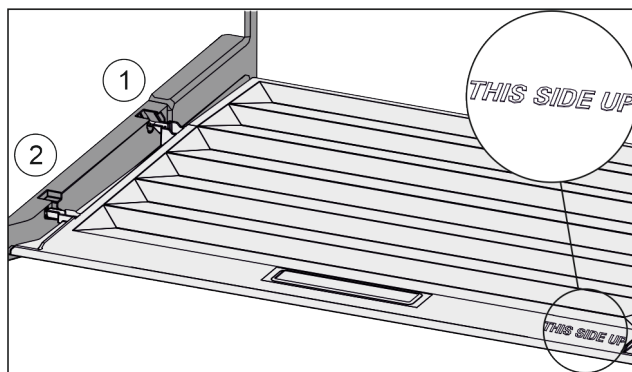

Fig. 59
- ▶ Výstupky víka zavedte do zadních držáků Fig. 59 (1) a vpředu zaklesněte do držáku Fig. 59 (2).